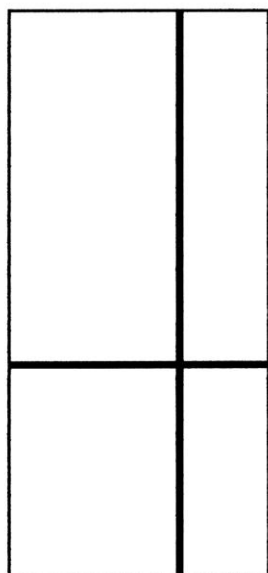

Fig.1.
- fig. 1 – przedstawia skrzydło drzwi, których elementem dekoracyjnym są poziome pionowe wyżłobienia, ze znajdującymi się w nich prowadnicami w kształcie ceowników, o krótszych ramionach zakończonych płaskownikami, natomiast powierzchnia drzwi podzielona jest na czworoboczne pola, z których jedno górne ma kształt wydłużonego prostokąta, a drugie prostokąta umieszczonego pionowo, a jedno dolne ma kształt zbliżony do kwadratu a drugi umieszczonego pionowo mniejszego prostokąta.